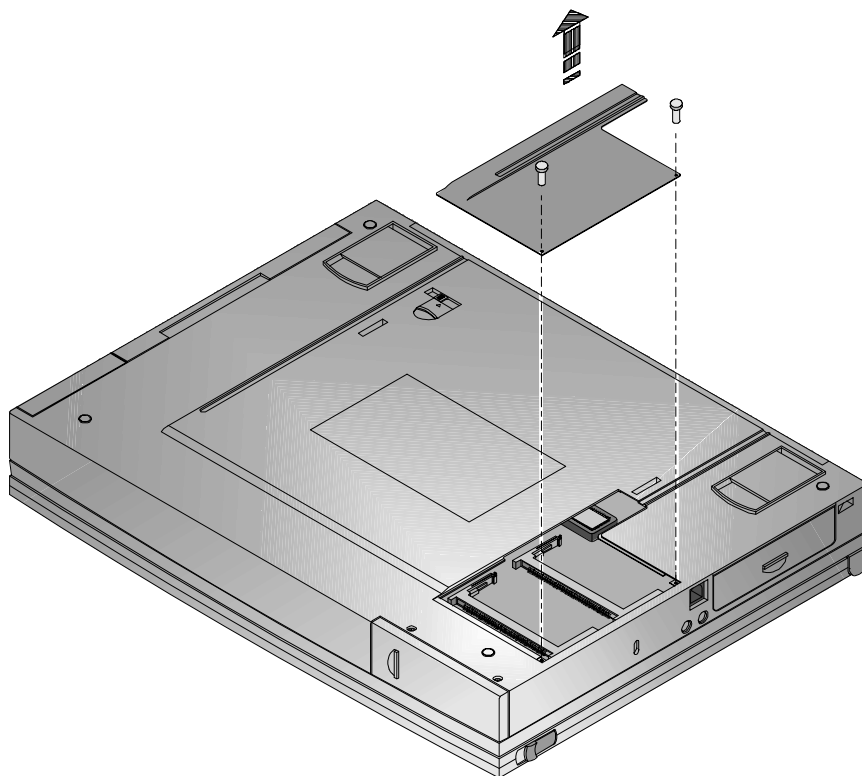

Figure 6-1 : retrait du panneau d'accès à la mémoire
Vous pouvez vous reporter aux figures 6-1 et 6-2 lors de la lecture des instructions suivantes.
2. Le panneau d'accès à la mémoire se situe sous le notebook. Il est maintenu par deux vis cruciformes. Retirez les vis et le panneau pour accéder aux emplacements DIMM (figure 6-1).